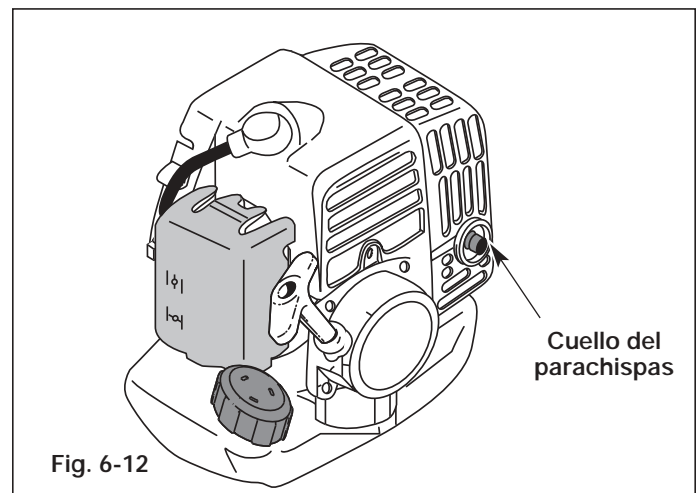

Fig. 6-12
1. Voltee el cabezal motorizado de manera que la parte posterior del motor apunte hacia adelante. En esa posición, la cuerda de arranque queda a la izquierda (Fig. 6-12).